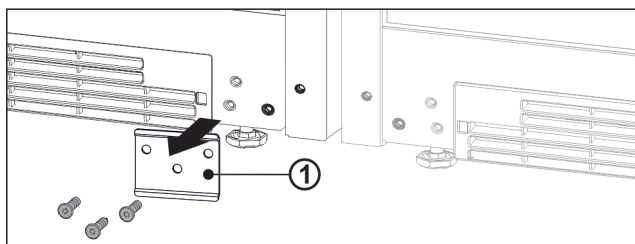

Fig. 13
- Kui on paigaldatud plekk Fig. 13 (1), siis kruvige plekk maha.